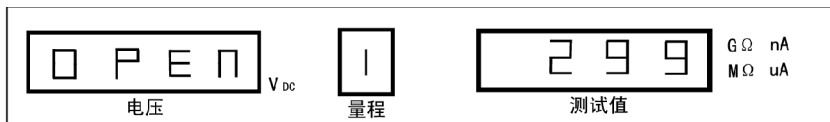

图 3-8 清零状态，显示开路提示及显示量程下的零值 (mV)
- 按 **清零** 键，显示下图 3-8，电压显示器显示开路信息，测试值显示器显示当前量程的零值，这时候，上下键可选择其他量程的零值。